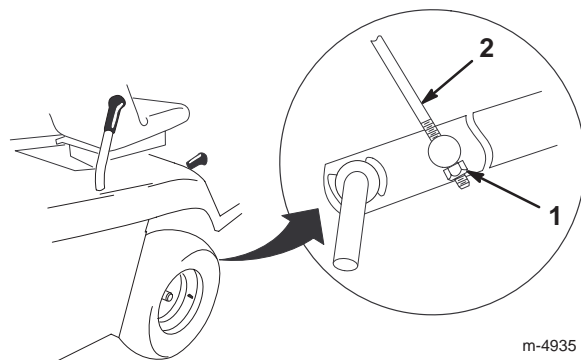

Figure 38
- Réglez le contre-écrou M8 à l'extrémité de l'ensemble tige de réglage de hauteur jusqu'à ce que la tige soit légèrement tendue (Fig. 38).